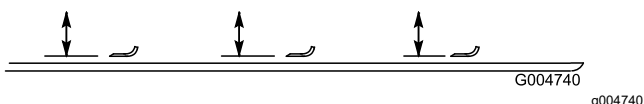

図 129
- カッティングユニットの天井から各ブレードの前端の刃先までの距離を測る 図 129。